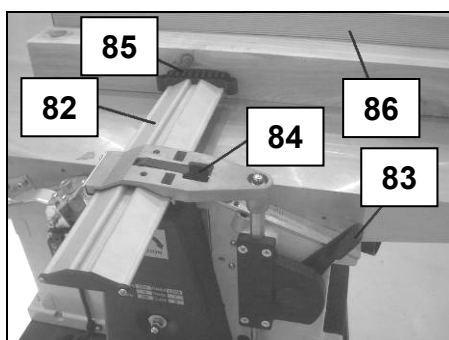

Fig 55
- Actionnez le levier (83) (Fig 55):
- Levez la manette de blocage (84), faites coulisser le protecteur (82) à la profondeur voulue, puis bloquez-le en position en abaissant la manette (84).